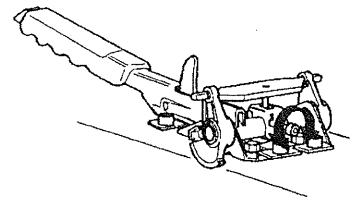

Рис. 4.34.
38. Освободить регулировочный винт тросика (рис. 4.34) и удалить конец тросика из механизма.